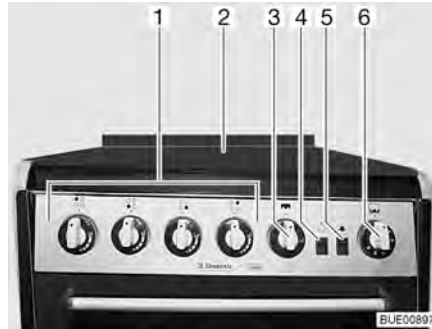

Fig. 151 Réchaud à gaz avec four et grill
- Ouvrir le couvercle du réchaud à gaz (Fig. 151,2).
- Tourner le bouton tournant (Fig. 151,1) du brûleur désiré en position d'allumage (grande flamme) et appuyer.
- Appuyer plusieurs fois sur le bouton d'allumage (Fig. 151,5) jusqu'à ce que la flamme se consume.
- ▷ L'interrupteur (Fig. 151,4) permet d'allumer et d'éteindre la lumière dans le four.
- Appuyer légèrement sur le bouton tournant (Fig. 151,3) et tourner en position d'allumage (grande flamme).
- Appuyer sur le bouton d'allumage (Fig. 151,5) jusqu'à ce que la flamme se consume.
- Appuyer légèrement sur le bouton tournant (Fig. 151,6) et tourner en position d'allumage entre 1 et 6.